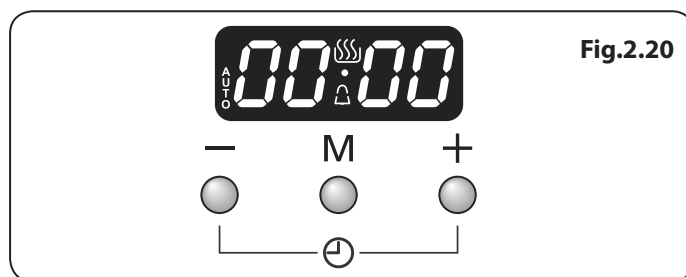

Fig.2.20
1. L'horloge LCD est présentée en (Fig.2.20). Une fois la cuisinière connectée et allumée, l'écran clignote (00.00) et l'heure débute à (00.00).